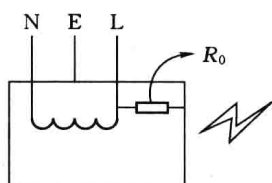

图 1-7 设备绝缘受损漏电示意图
(1) 凡出现上述异常情况之一, 应尽快断开电源, 拔下电源插头, 对设备进行检查。
(2) 对保险丝烧断、熔断器熔断的情况, 绝不允许换上大容量保险丝或熔断器再工作。一定要查清原因再换上同一规格保险丝、熔断器。
(3) 及时记录异常现象及部位, 避免检修时再通电。
(4) 对有麻电感觉但未造成触电的现象不可忽视。这种情况往往是绝缘受损但未完全损坏, 如图 1-7 所示。此时, 相当于电路中串联一个大电阻, 暂时未造成严重后果, 当绝缘逐渐完全破坏时, 电阻 R_0 急剧减小, 危险增大, 因此必须及时检修。